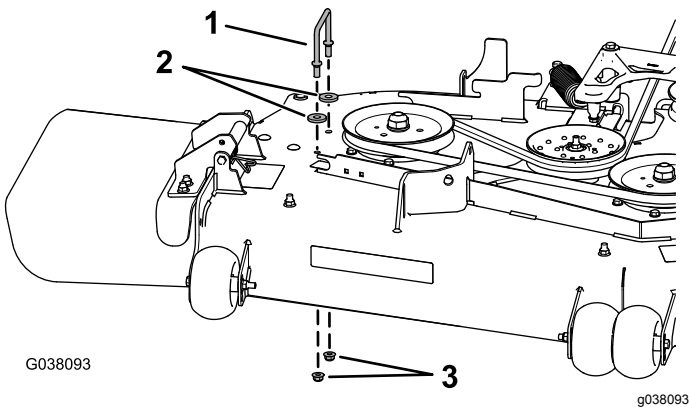

Figura 22
3. Rimuovete la staffa del copricinghia di destra, **2 rondelle (solo per piatto di taglio da 152 cm)** e 2 dadi flangiati dal piatto di taglio (Figura 22).